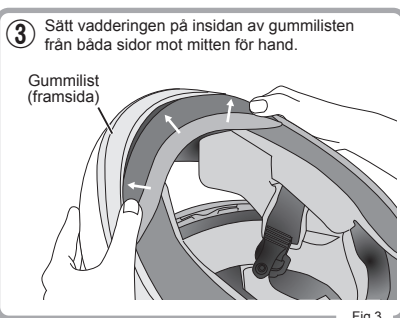

Fig. 3
- ③ Som visas i fig. 3, sätt in vadderingen på vindlucka på insidan av gummlisten från båda sidor mot mitten.